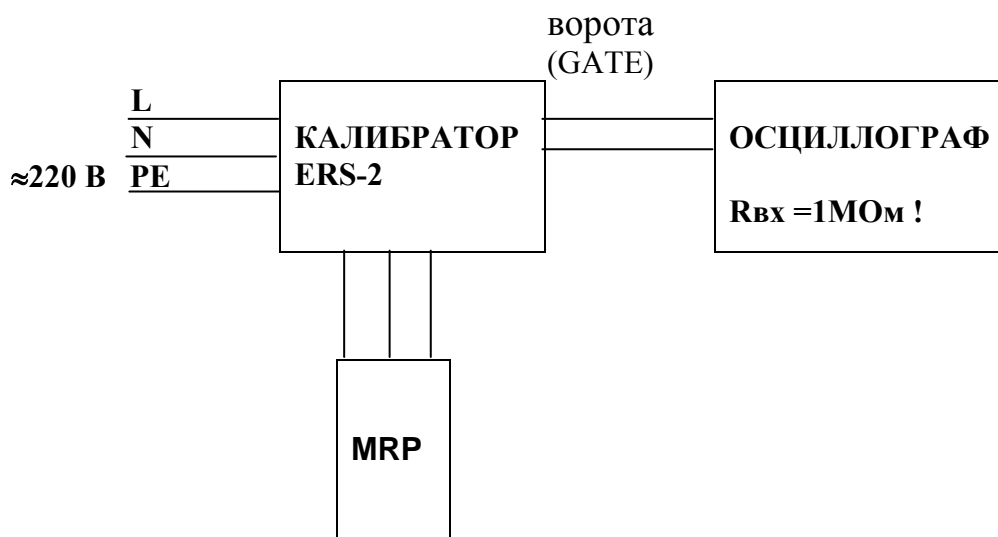

Рис. 10.7.2
- собрать схему согласно рис.10.7.2.